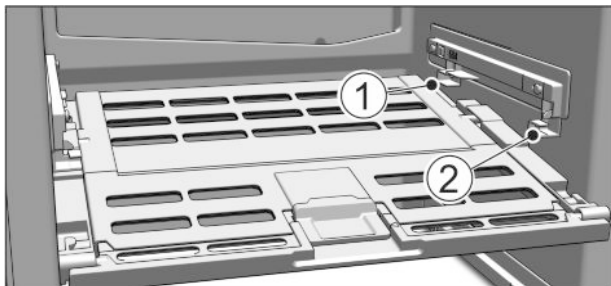

Fig. 10
► Sett inn deksel Fruit & Vegetable-Safe: Skyv inn nedenfra og inn i bakre holder *Fig. 10 (1)* og klikk dem på plass i fremre holder *Fig. 10 (2)*.